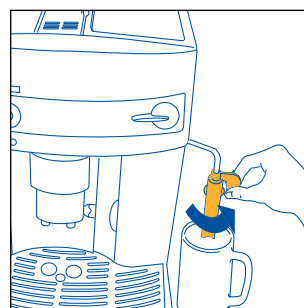
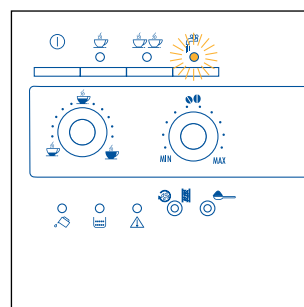

Рис. 3
Рис. 22
2. Передвиньте насадку для взбивания молока наружу и поставьте под него чашку, рис. 3 и включите прибор, нажав кнопку ①, рис. 4.
- Поверните устройство для взбивания молока в направлении от кофеварки, рис. 3.
- Установите емкость под насадку для взбивания молока, рис. 3.
- Под насадку поставьте пустую емкость, рис. 3. Поверните ручку пара до упора на половину оборота против часовой стрелки (индикатор  начнет мигать, рис. 22). Несколько секунд сливайте воду, перемешанную с паром пока не пойдет один только пар.